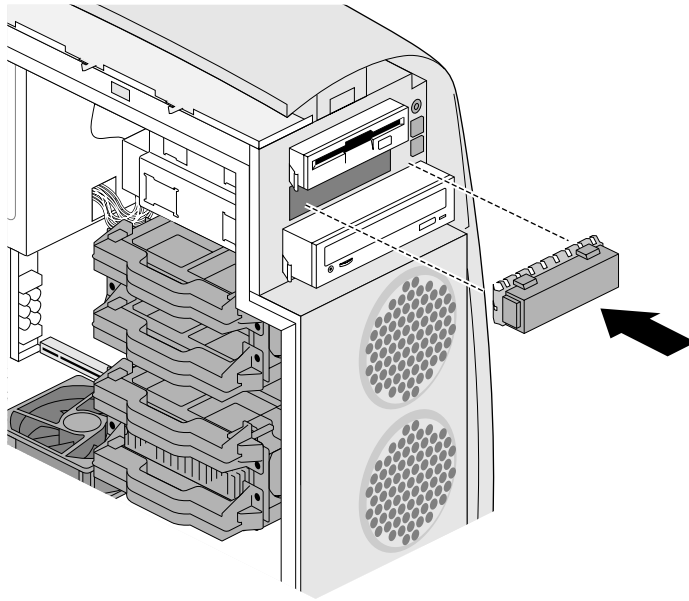

Abbildung 4-13 Einsetzen der Abdeckblende über dem Laufwerkseinschub
- Setzen Sie eine Abdeckblende in den leeren Laufwerkseinschub ein, wie in Abbildung 4-13 dargestellt.